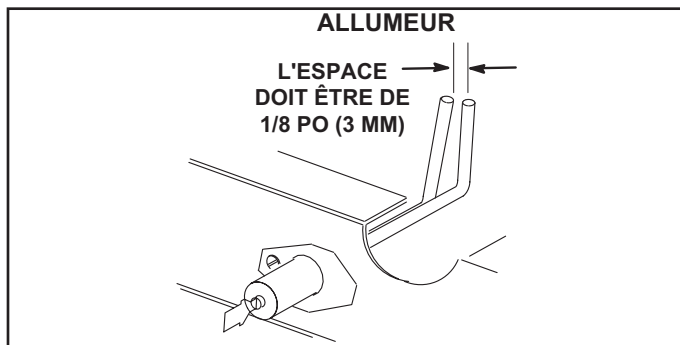

FIGURE 38
- 4 - Localiser l'allumeur sous les brûleurs de gauche. Vérifier l'écartement des contacts à l'aide de mèches hélicoïdales ou de jauges d'épaisseur de la taille appropriée. Voir FIGURE 38.
- Vérifier l'alignement de l'allumeur et du capteur comme indiqué à la FIGURE 38 et au TABLEAU 16.